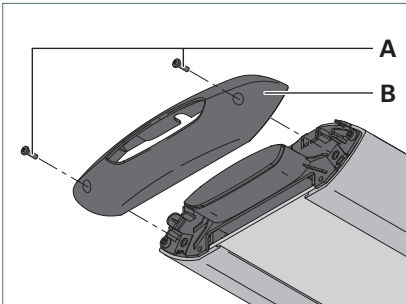

Fig. 17: Leuchte öffnen.
- Lösen Sie die Schrauben **A** an einem Seitenteil der Leuchte, siehe Fig. 17.